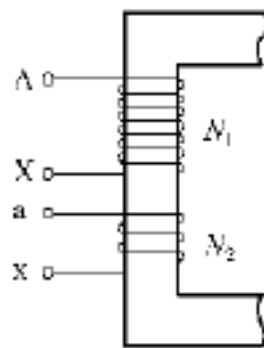

图 5.2
5.6 某单相变压器额定电压为 220/110V,如图 5.2 所示,高压边加 220V 电压时,励磁电流为 I_0 。若把 X 和 a 连在一起,在 Ax 加 330V 电压,励磁电流是多大?若把 X 和 x 连在一起,Aa 加 110V 电压,励磁电流又是多大?